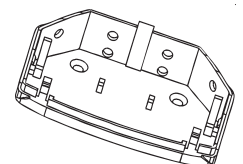

Рисунок 6
8.3 В зависимости от выбранного места установки извещателя определите с помощью каких граней основания будет осуществляться крепление и просверлите или выдавите отверткой отверстия для крепления и ввода проводов (рис. 6). Введите провода через отверстие для ввода проводов. Оставьте несколько сантиметров провода для подключения к колодкам.